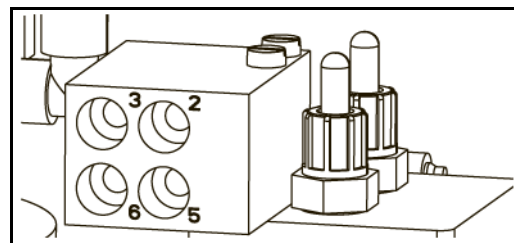

Рис. 12: Блок пневматических соединений
2. Вставьте шланги подачи сжатого воздуха в соответствующие разъемы. Также необходимо проверить совпадение номеров, выгравированных непосредственно на входе (соответствующем выходе) блока соединений (Рис. 12).